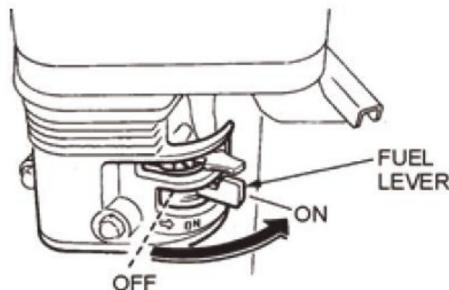

FIG.6
- 9.1 Placera motorns bränsleventilspak (FIG. 6) till läget "PÅ".